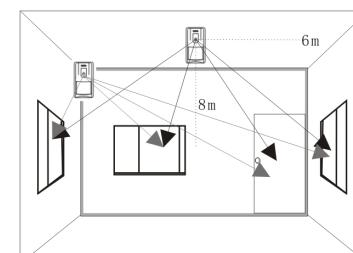
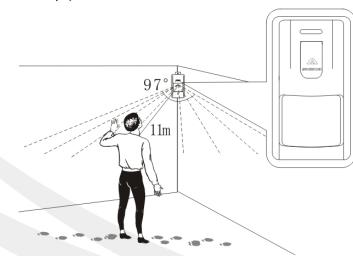

图1
图2
在防范范围内走动，确认红色LED指示灯是否会正确提示触发状况，如图1所示。
- 选择正确的 position 和安装高度，确保探测器的红外探测范围能够监测到所有出入口，包括窗户和门。确保声音探测能够覆盖玻璃窗的所有位置，如图1所示；
- 玻璃破碎探测范围：正前方8.0米，45°方向6.0米，如图1.玻璃破碎探测区域,图2.红外探测区域所示。